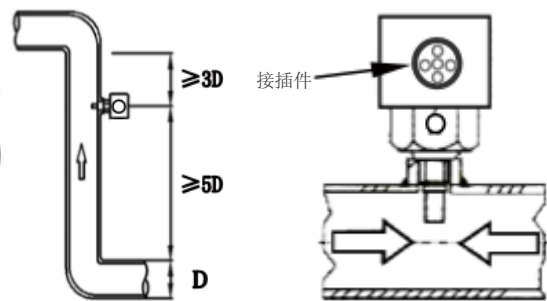

图.2
- 当在弯管和交汇处安装时，应考虑前后的安装距离，见图.2。